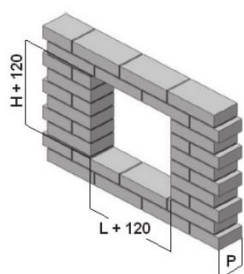

FIG.1
- 2- Prevedere un'apertura sulla parete avente dimensioni L x H maggiorate di 120 mm rispetto alle dimensioni nominali della serranda (fig. 1)